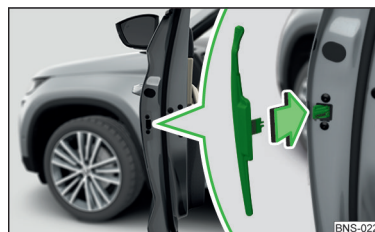

Abb. 57
- » Eine neue Schutzleiste in die Nuten in Pfeilrichtung **einsetzen** » Abb. 57.